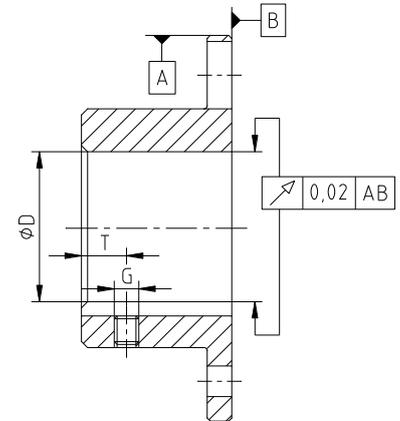

Bild 6: Rund- und Planlaufgenauigkeit
- Bei Herstellung der Nabenbohrung durch den Kunden ist die Rund- bzw. Planlaufgenauigkeit (siehe Bild 6) einzuhalten.